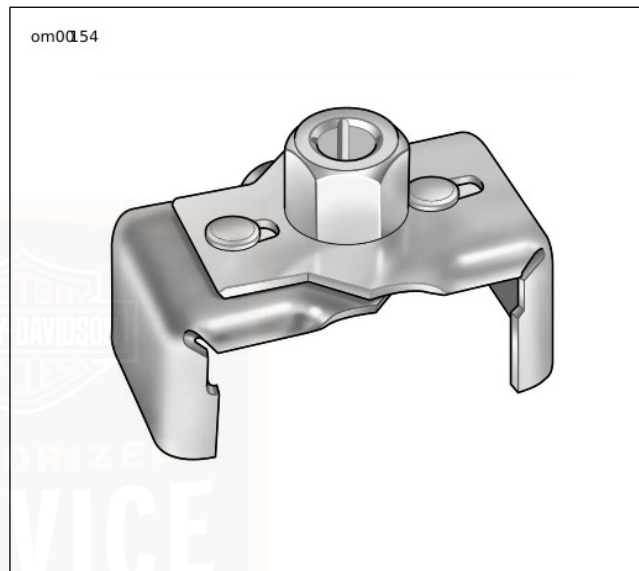

Figure 49. Clé à filtre à huile (HD-42311)
5. Voir Figure 49. Retirer le filtre à huile à l'aide de la OIL FILTER WRENCH (CLÉ À FILTRE À HUILE) (N° DE PIÈCE : HD-42311) ou la OIL FILTER WRENCH (CLÉ À FILTRE À HUILE) (N° DE PIÈCE : HD-44067-A). Ces outils facilitent l'extraction du filtre à huile sans endommager le capteur de position du vilebrequin ou le câble.